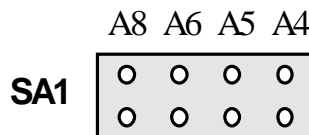

Рис. 7. 4
7.1.5. Переключатель SA1 (Рис. 7. 4) предназначен для выбора базового адреса.
1) Рисунок переключателя (Рис. 7. 4) по отношению к плате сориентирован также, как и сама плата на её схематичном рисунке (см. Рис. 7. 1).